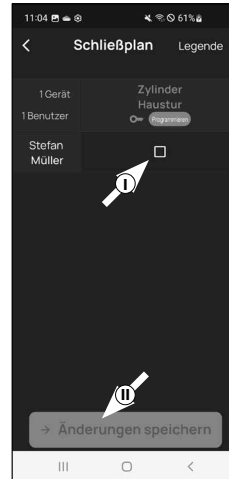

Abb. 2
- ④ Sie sehen eine Tabelle, bestehend aus angelegten Zylindern (horizontal) und eingerichteten Benutzern (vertikal) (Abb. 2). Setzen Sie jeweils dort einen Haken, wo Sie den jeweiligen Benutzer für das entsprechende Schloss zur Nutzung berechtigen möchten (I) (Abb. 2) und dann auf den Button „Änderungen speichern“ (II) (Abb. 2).